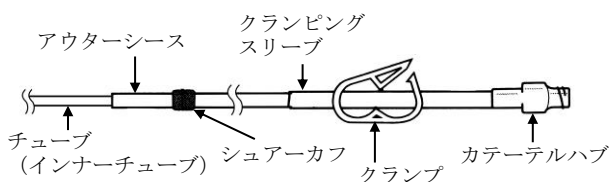

図8
- 3) 修復するプロビアクカテーテルの体外部は、チューブ（インナーチューブ）とアウターシースの二重構造になっている（図8）。従って、体外部の修復部分は、インナーチューブとアウターシースの両方を操作する必要がある。